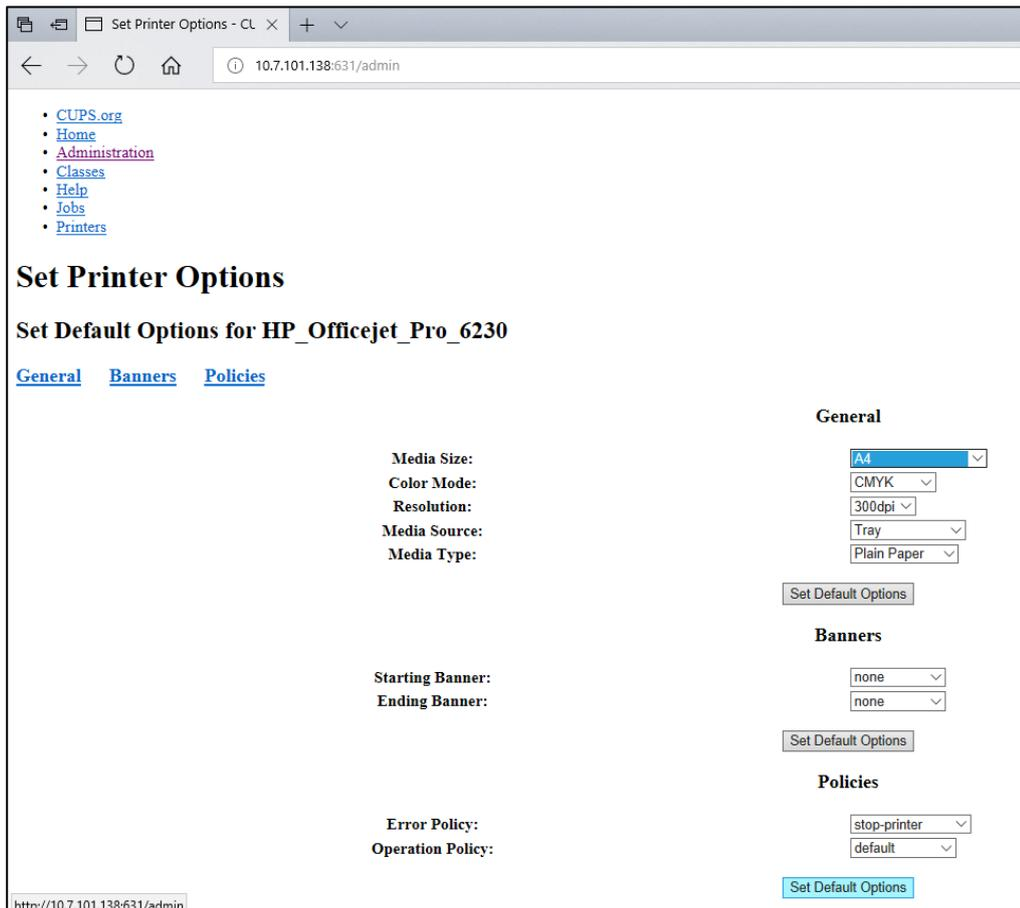

図 103. 正しい用紙サイズを選択。
7. 用紙サイズが正しくないと印刷できないプリンターもあるため、正しい用紙サイズ（「A4」など）を選択します。次に、Set Default Options（初期設定オプションを設定）を押してこの選択を保存します（図 103）。